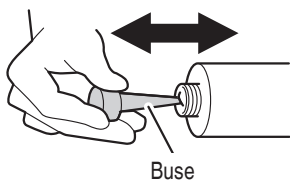

Fig. 18
- (2) Retirez la buse et utilisez l'extrémité coupée pour briser la membrane à l'intérieur de la cartouche, puis replacez-la dans sa position d'origine. (Fig. 18)